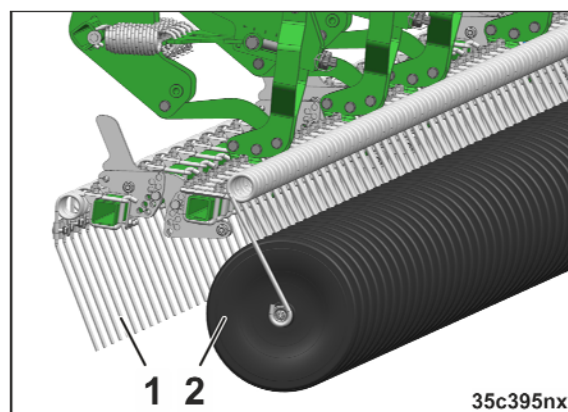

Fig. 90
- Striegelzinken (Fig. 90/1)
- Andruckrollen (Fig. 90/2).